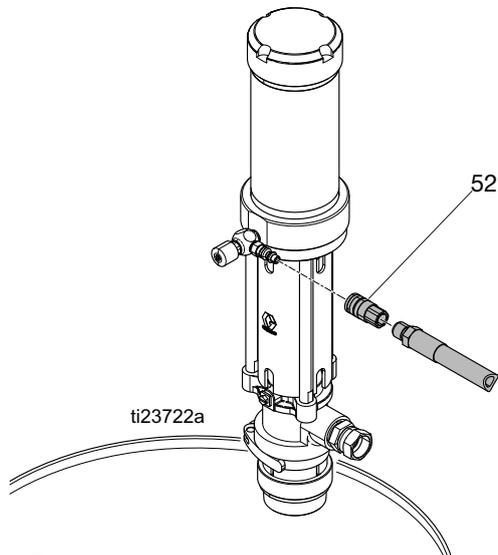

FIG. 8
5. Instale a linha de ar (3/8 pol. (76 mm) ID mínimo) com o acoplador de ar de desconexão rápida (52) fornecido. Consulte a FIG. 8.